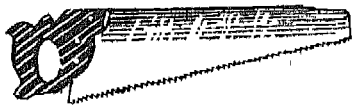

Fig. 13. — Egoïne. Scie courte dont la monture se réduit à une poignée ; sa denture est fine.
a) la scie égoïne (fig. 13), utilisée notamment par les charpentiers et par les jardiniers pour ébrancher les arbres ; (une monture serait souvent gênante).